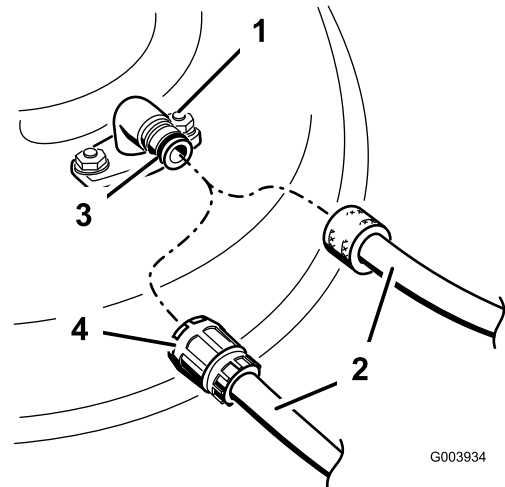

Figura 51
3. Conecte el acoplamiento de la manguera al extremo del conector de lavado del cortacésped, y abra el grifo al máximo (Figura 51).